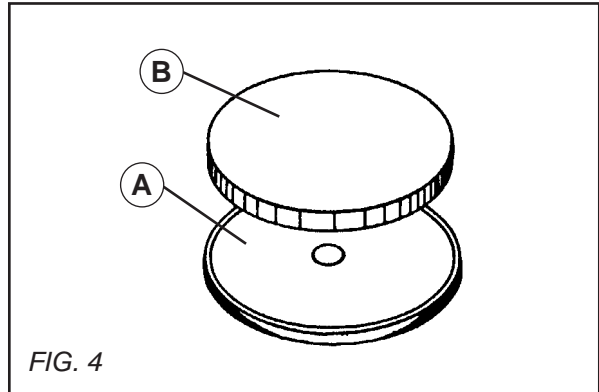

FIG. 4
• TAVOLA PORTAFELTRO (OSSERVARE LA FIG.4) :
- Pulire la faccia d'appoggio della tavola (A)
- Spalmare il feltro (B) di colla "Contact"